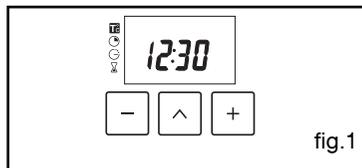

fig.1
– Le programmateur ne doit afficher que l'heure ; celle-ci ne doit pas clignoter (fig.1).